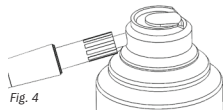

Fig. 4
3. Fixer l'adaptateur de pulvérisation sur la buse universelle du lubrifiant approuvé (figure 4)